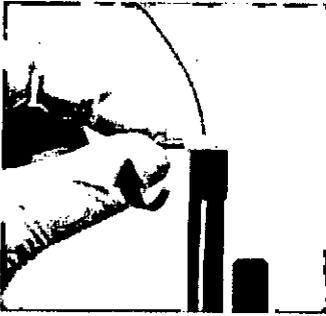

Figura 90
34. Afloje el tornillo del adaptador del tope de profundidad (1,8 mm). (Ver Figura 90)